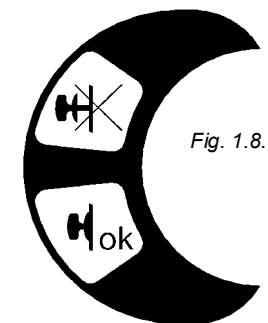

Fig. 1.8.2
- verificar que la guarnición blanca de la empuñadura de bloqueo se adherisca al armazón de la máquina (Fig. 1.8.2).